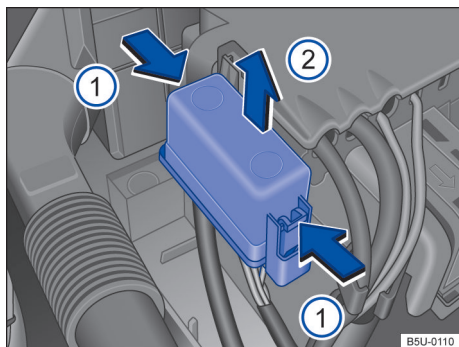

Fig. 120 No compartimento do motor: cobertura da caixa de fusíveis.
→ Fig. 120 ①, para destravar a cobertura da caixa de fusíveis.
- Remover a cobertura por cima, no sentido da seta ②.
- Para a **instalação**, colocar a cobertura sobre a caixa de fusíveis. Pressionar a cobertura para baixo, no sentido contrário da seta ②, até que trave de forma audível.